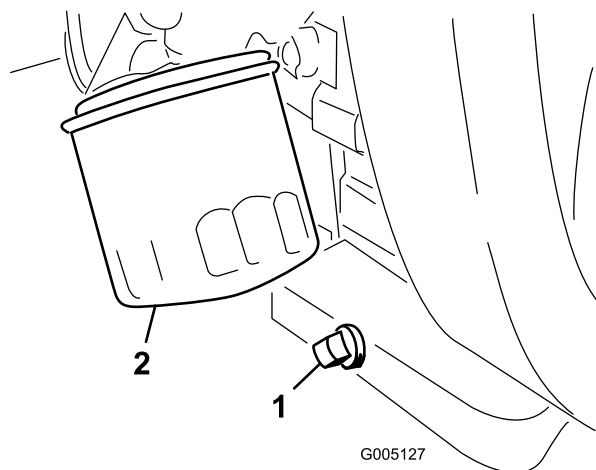

図 44
1. ドレンプラグ（図 44）を外してオイルを容器に受ける。オイルが抜けたらドレンプラグを取り付ける。
2. オイルフィルタ（図 44）を外す。新しいフィルタのガスケットに薄くエンジンオイルを塗る。